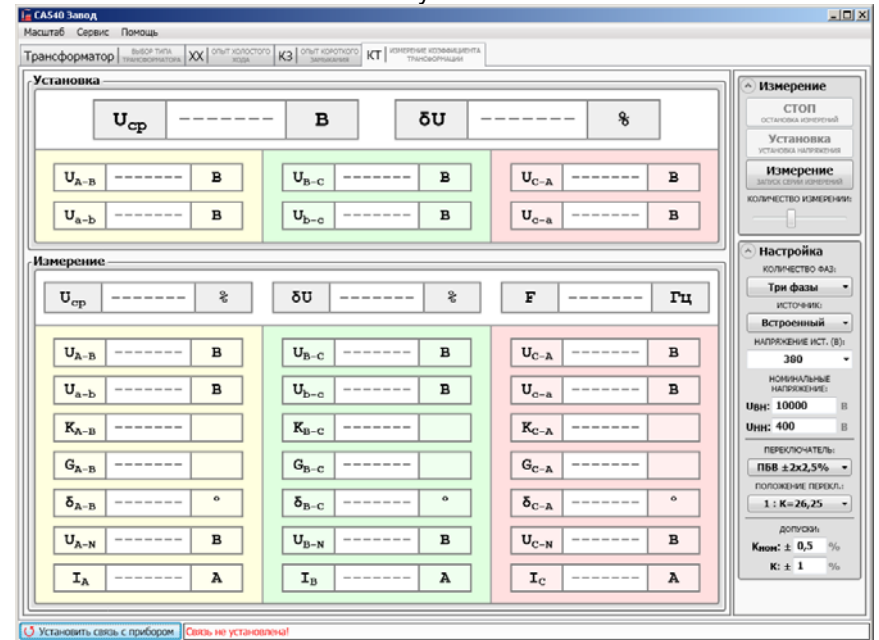

Рисунок 3.4
4) Перейти на вкладку , для чего щелкнуть по ней (рисунок 1.5). На экране появится окно (рисунок 3.4), а в разделе "Настройка" данные по выбранному типу трансформатора. Если
5) Выбрать вариант источника питания, для чего в подразделе "Источник:" в разделе "Настройка" (рисунок 3.4) выбрать из выпадающего списка "Встроенный".
7) Установить значение междуфазного напряжения при измерении КТ, для чего в подразделе "Напряжение ист. (В):" в разделе "Настройка" (рисунок 3.4) выбрать необходимое значение из выпадающего списка или ввести его, предварительно щелкнув в поле ввода, например, 380 В.
4) Выбрать вариант источника питания, для чего в подразделе "Источник:" раздела "Настройка" (рисунок 3.4) выбрать из выпадающего списка "Внешний".
8) Включить режим установки тока регулятора напряжения, для чего в разделе "Измерение" (рисунок 3.4) щелкнуть по кнопке . Надпись "Установка" и окантовка этого раздела окрасится в красный цвет и в ячейках появятся мгновенные значения напряжения и тока источника питания.